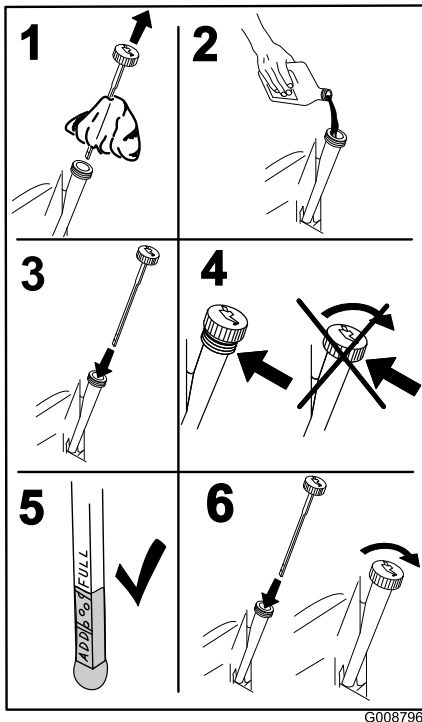

Figura 40
- Deite cerca de 80% do óleo especificado no tubo de enchimento e adicione lentamente o óleo adicional para atingir a marca **Full** (Figura 40).